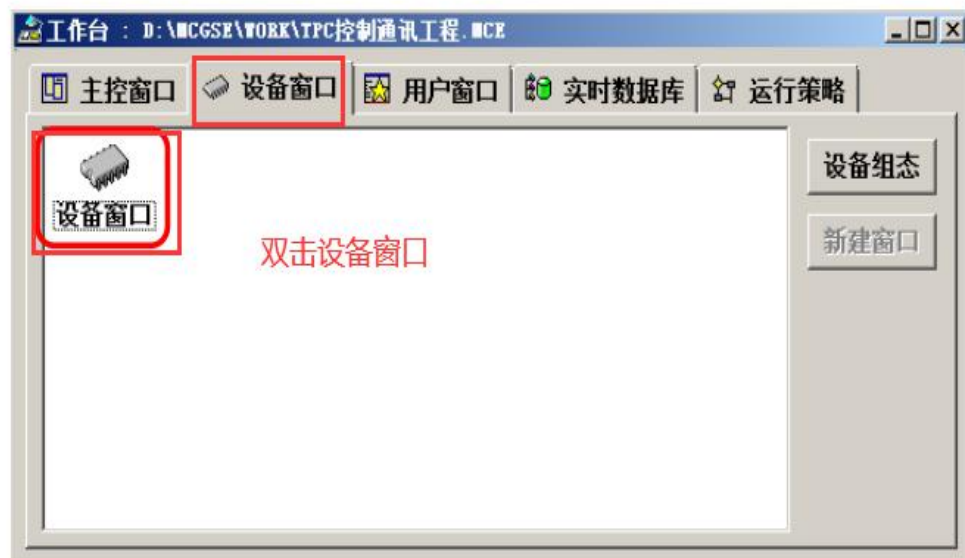

图 3.2.1
■ 点击工作台上的设备窗口标签，打开设备窗口，在设备窗口出现的图标上双击可进入设备窗口编辑界面。如图3.2.1所示。